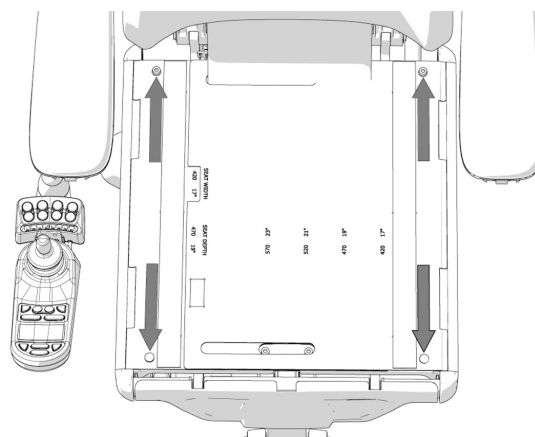

Bild 133. Sitsplåtarna sitter monterade med två skruvar i bakkant samt två snabbfästklämmor i framkant.
11. Montera sitsplåtar med längd avsedd för aktuell sitsdjupinställning. Plåtarna sitter monterade med två skruvar i bakkant samt två snabbfästklämmor i framkant. Se bild. 133.